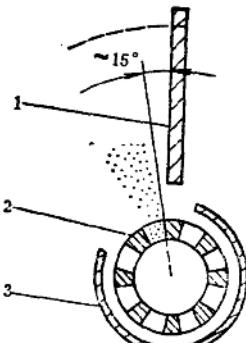

图5-1-4 叶片与分丸轮相对位置
③ 检查抛丸器叶轮上的 8 个叶片、分丸轮的 8 个扇形弹丸抛出口之间的相对位置是否正确，分丸轮扇形口的工作表面与叶片的工作表面约  $\sim 15^\circ$  角，这样才能保证弹丸由分丸轮抛出时被叶片工作面所承接。否则弹丸将冲击叶片端部或抛到叶片背面去，并会造成不应有的磨损。在维修调整时，决不能破坏叶片与分丸轮的相对位置。分丸轮、定向套、叶轮装配时必须保证同轴，否则将破坏弹丸的运动、产生挤丸现象。图 5-1-4 为叶片与分丸轮的相对位置。